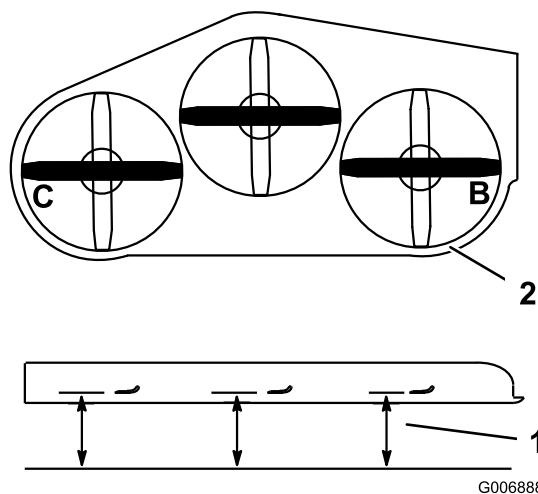

Figura 80
4. Meça nas localizações **B** e **C** desde uma superfície nivelada até à aresta de corte das pontas das lâminas (Figura 80).